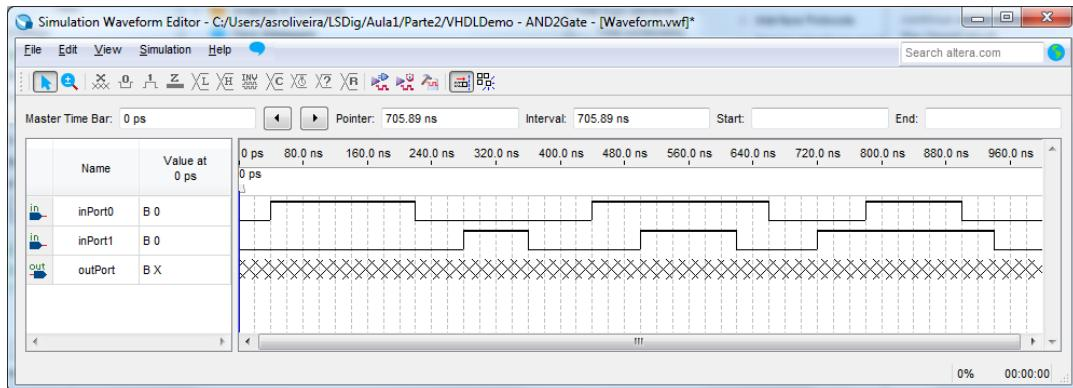

Figura 38 – Janela do simulador após a especificação das formas de onda (vetores) de entrada.
8. Após premer “OK” abrirá uma janela onde deverão ser indicados os sinais usados na simulação. À semelhança da simulação realizada na primeira parte do guião, através do menu “Edit→Insert→Insert Node or Bus”, premindo de seguida os botões “Node Finder” e “List”, selecione todos os portos de entrada e saída da “AND2Gate”. Após premer “OK” poderá especificar os valores pretendidos ao longo do tempo para as entradas da “AND2Gate”. Utilize para tal o rato, selecionando os troços do diagrama temporal do sinal pretendido com o valor lógico que deseja que ele assuma (Figura 38).